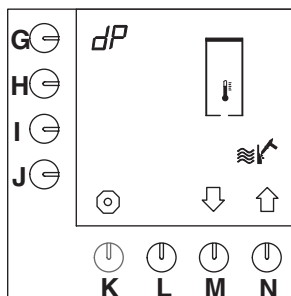

Fig. 21 Start av renseprogrammet, varmtvannssystemet
- Renseprogrammet vises på displayet (fig.21).